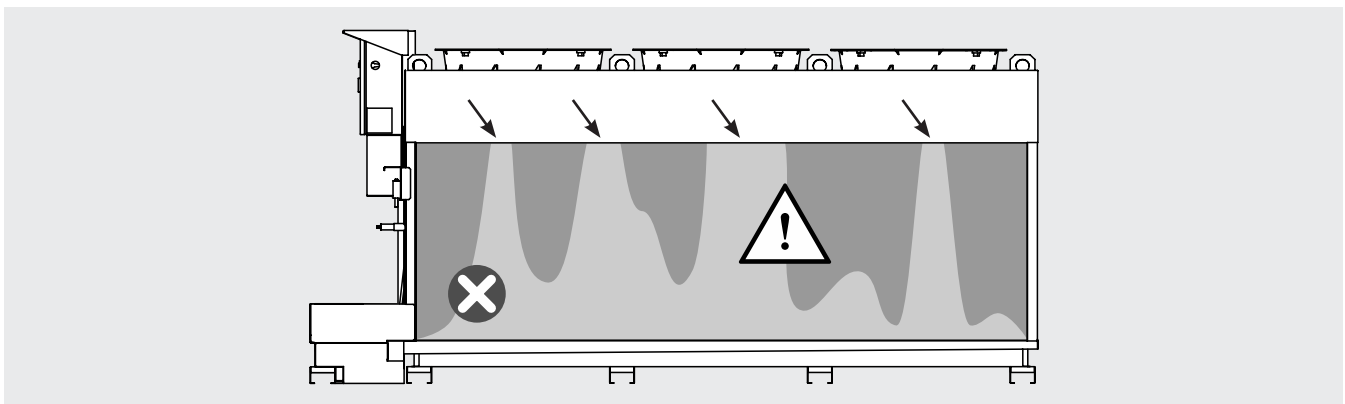

Figure 17
- 11.8 Lorsque le système adiabatique est en fonctionnement, vérifier la bonne répartition de l'eau sur les panneaux: une coloration uniforme plus foncée sur au moins 80% de la surface des panneaux est acceptable. Se référer au point 12.32. Voir la Figure 17 pour un exemple de coloration inacceptable.
- 12.12.1 Effectuer une inspection visuelle du système de distribution d'eau adiabatique sur les panneaux. Une distribution inégale de l'eau sur le panneau extérieur (coloration inégale du panneau, voir Figure 17) peut être attribuée à l'obstruction d'une ou de plusieurs buses à raccord rapide. Un écoulement anormal de l'eau pendant le fonctionnement du système adiabatique peut être attribué à une ou plusieurs buses endommagées. Le cas échéant, remplacez-les comme suit.